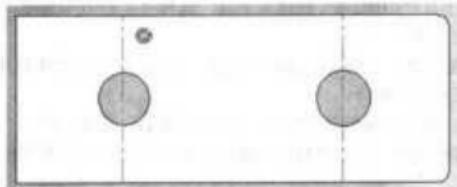

图 8-65 带沉头孔的钣金零件
(8) 单击“完成”按钮，放置好成形特征，退出“放置成形特征”对话框。零件表面生成沉头孔特征，该特征以成形工具的名称沉头孔添加到特征管理器设计树中。
(9) 关闭设计树文件夹，生成如图 8-65 所示的带沉头孔的钣金零件。